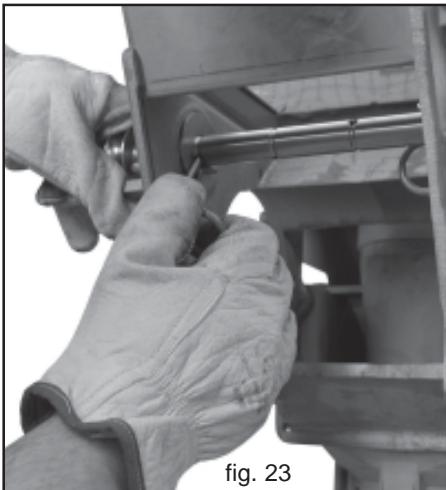

fig. 23
- 2) Estrarre tutte le spille curvate dall'asse agitatore (Fig. 23).